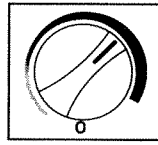

Fig.15
- Lorsque le refroidissement maximal est réalisé, retournez la commande de thermostat sur l'échelle bleu foncé, à la position équivalente à 2 heures sur la face d'un cadran. Voir la Fig.15.